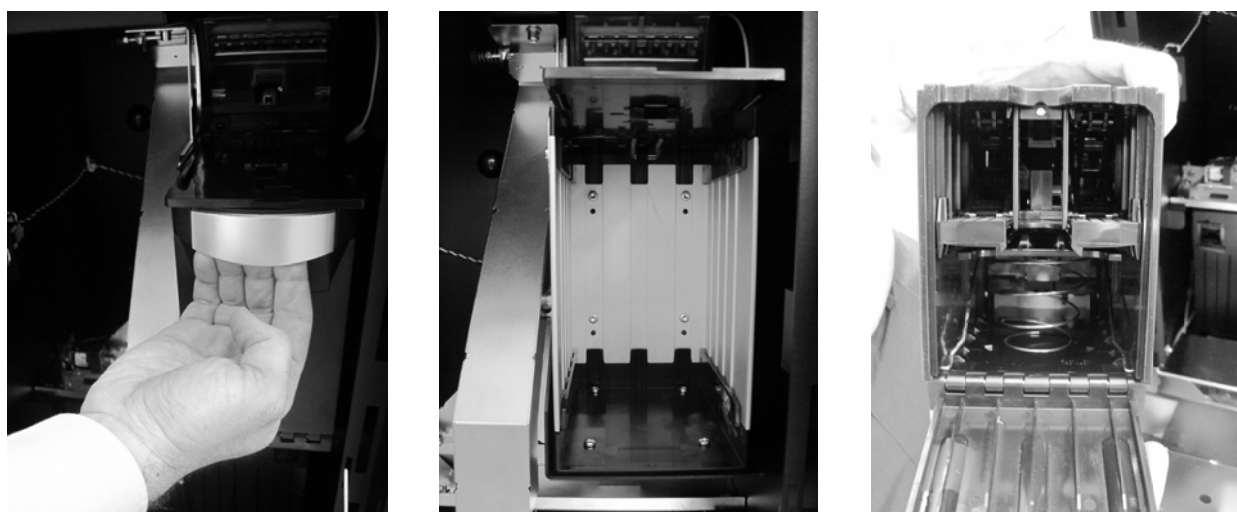

Fig. 11
- Estrarre il cashbox e verificare che non ci siano banconote inceppate (fig.11)